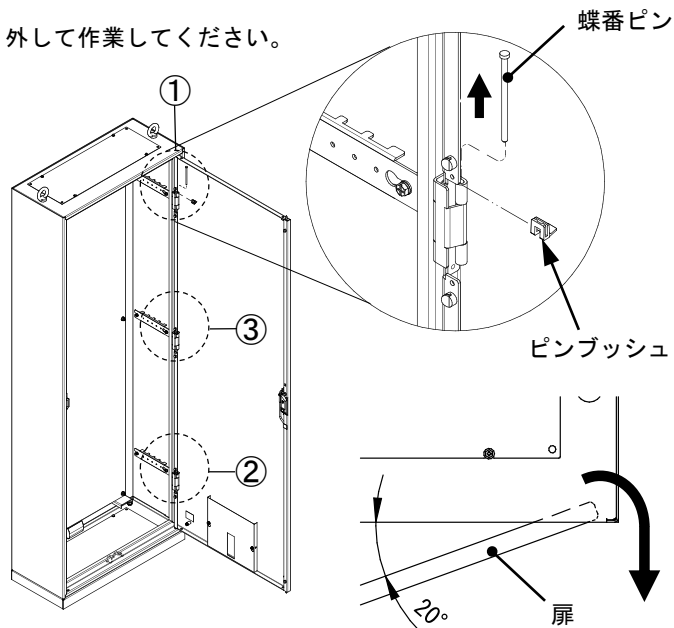

図1 扉の外し方
2. 扉を約20°まで閉じ、角度を保持したまま扉を蝶番から矢印の方向に外してください。(図1)